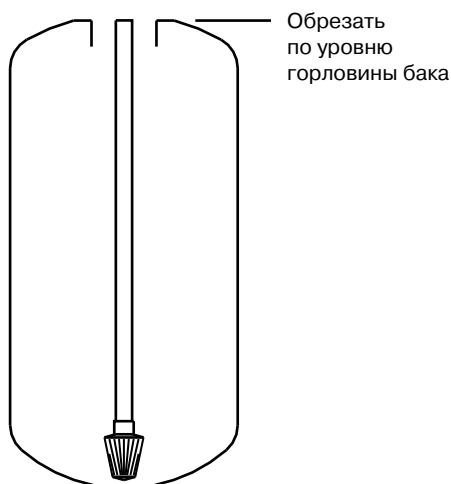

Рис. 2. Обрезка трубы дистрибьютора
2. Установите и отцентрируйте распределительную трубу с корзиной в корпусе установки (рис. 2, 3).
3. Обрежьте трубу дистрибьютора в соответствии с рис. 2.